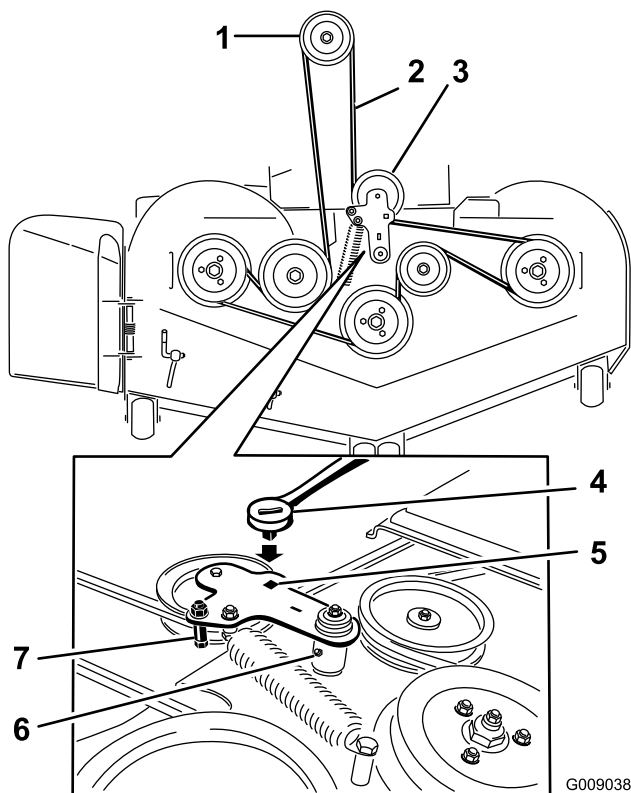

Figura 76
5. Utilice una llave de carraca en el taladro cuadrado del brazo tensor para aliviar la tensión del muelle tensor (Figura 76).
7. Instale la guía de la correa en el brazo tensor tensado con muelle (Figura 76).
9. Pase la correa nueva alrededor de las poleas del cortacésped y de la polea del embrague, debajo del motor (Figura 76).
10. Instale la guía de la correa en el brazo tensor (Figura 76).
11. Utilizando la llave de carraca en el taladro cuadrado, instale el muelle tensor (Figura 76).